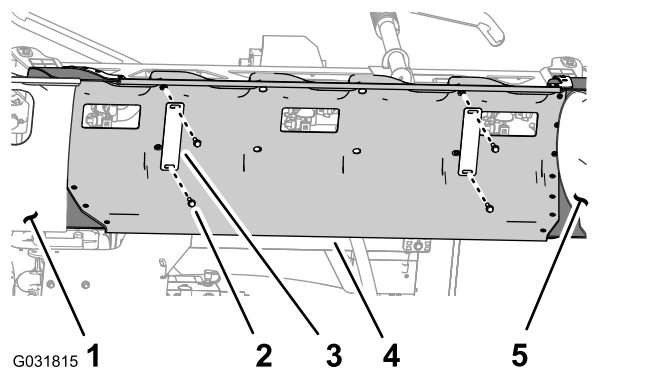

Рисунок 39
- Удерживая кожух средней секции (с 11 соплами), снимите 4 болта с фланцевыми головками (5/16 x 1 1/4 дюйма) и два хомута, которые крепят кожух к опорному кронштейну (Рисунок 39).